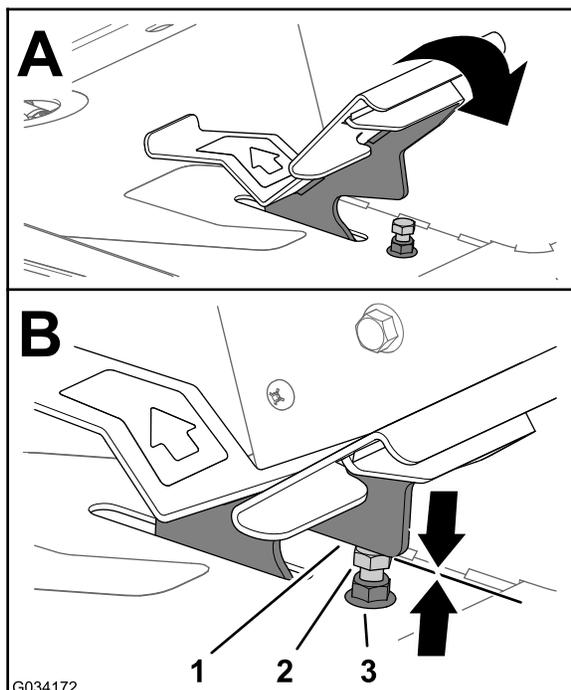
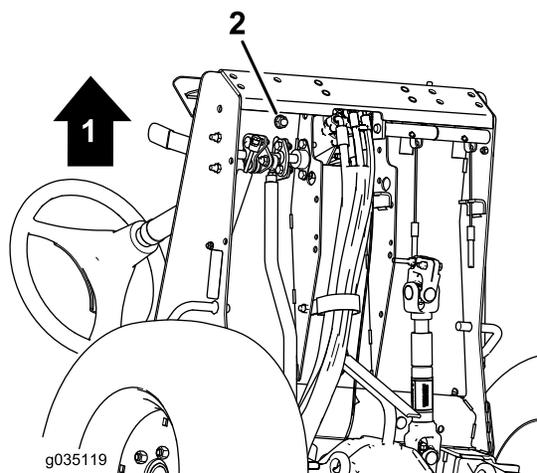

Figura 78
Figura 79
1. Spostate completamente in avanti il pedale di trazione (Figura 78).
- A. Fissate l'arresto del pedale di trazione (Figura 78) con una chiave.
- B. Allentate il controdado nella parte inferiore della piastra di appoggio del piede (Figura 79).
- C. Spostate completamente in avanti il pedale di trazione (Figura 78).
- D. Mantenendo fisso l'arresto del pedale di trazione, regolate il controdado sopra la piastra di appoggio del piede (Figura 78) fino a quando il pedale della trazione non viene a contatto con l'arresto.
- F. Mentre tenete fisso l'arresto del pedale di trazione, serrate il controdado nella parte inferiore della piastra di appoggio del piede (Figura 78 e Figura 79) a 37-45 N·m.